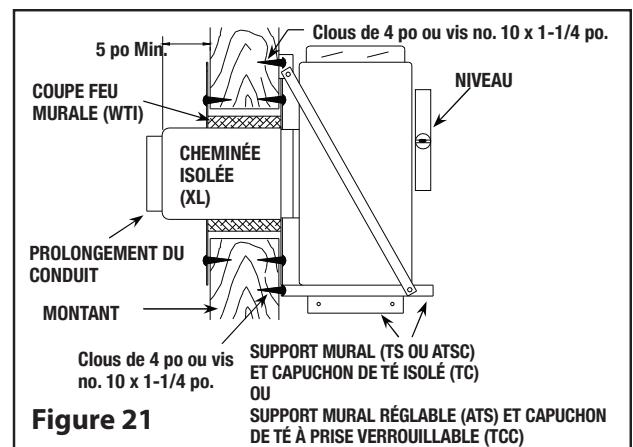

Figure 21
Étape 5. Cette étape nécessitera d'être effectuée par 2 personnes : (**voir Figure 21**). Insérez la longueur de cheminée de cet ensemble dans le trou du mur. En utilisant un niveau, veillez bien à ce que le té soit vertical, puis attachez le support au mur à l'aide de (8) vis à bois no. 10 x 1 - 1/4 po ou clous torsadés de 4 po.
Étape 6. Attachez le prolongement du conduit à la longueur horizontale de la cheminée à l'aide de trois (3) vis métalliques fournies (voir Figure 21).